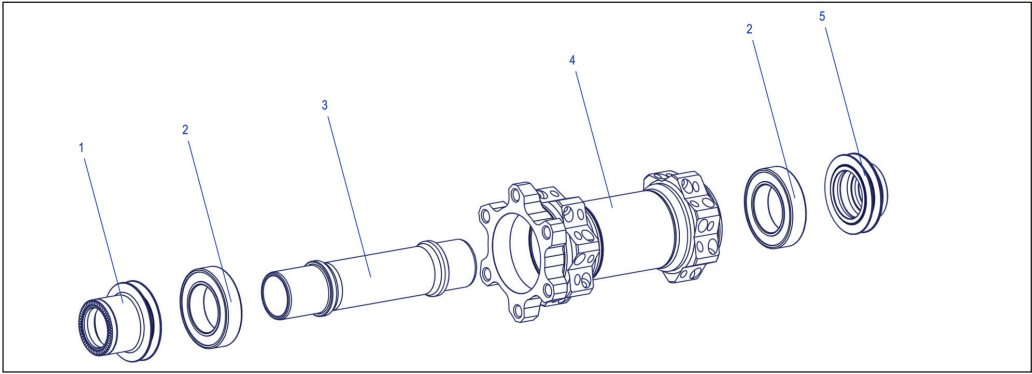

Abbildung 1: 180, 240 Vorderradnabe
1. Einen der beiden Endanschläge (Abbildung 1/1, 5) in einen Schraubstock einspannen.
1. Demontagewerkzeug auf die Achse (Abbildung 1/3) schieben.
2. Kugellager (Abbildung 1/2) mit Hilfe des Demontagewerkzeugs und eines Kunststoffhammers aus dem Gehäuse schlagen.
6. Zweites Kugellager (Abbildung 1/2) mit Hilfe des Demontagewerkzeugs und einem Hammer aus dem Nabengehäuse herausschlagen.
3. Achse (Abbildung 1/3) auf die Montagehülse aufstecken.
5. Leicht gefettetes Kugellager (Abbildung 1/2) mit der farbigen Seite nach aussen auf der Disc-Seite auf die Achse aufschieben.
10. Leicht gefettetes Kugellager (Abbildung 1/2) mit der farbigen Seite nach aussen auf die Achse gegenüber der Bremsseite auflegen.
1. Freiliegende Kugellager und Innenseite beider Endansschläge (Abbildung 1/1, 5) fetten.
2. Beide Endansschläge (Abbildung 1/1, 5) aufstecken und von Hand eindrücken.